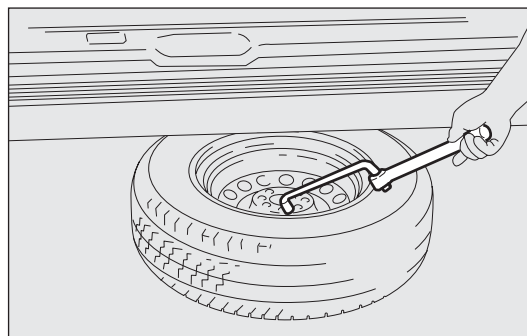

fig. 169
- trek met de wielsleutel het wiel onder de auto vandaan fig. 169;